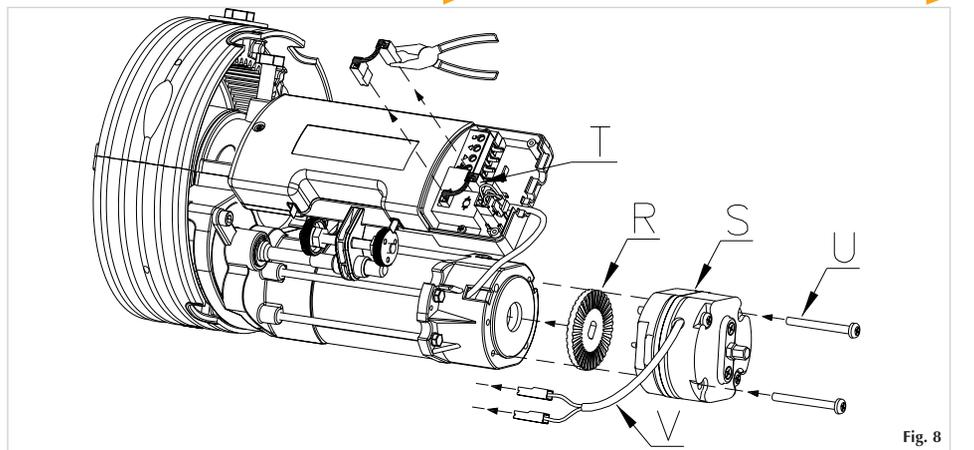

Fig. 8
- 1) Insertar el frenos ( R ) en la parte posterior del motor eléctrico como mues la fig.8.